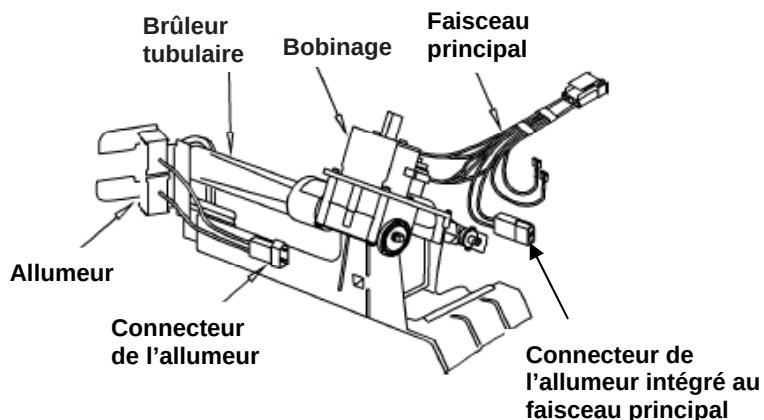

FIGURE 3
10. Débrancher le connecteur de l'allumeur, qui est intégré au faisceau de câblage principal. Voir Figure 3.
13. Replacer le brûleur tubulaire sur l'ensemble de brûleur. Bien serrer les deux (2) vis de montage. Rebrancher l'allumeur au faisceau électrique. Voir Figure 3 et 4.